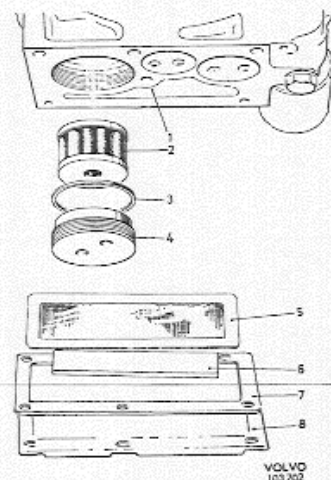

Abb. 41 Teile des Overdrive, spät. Ausf.
2. Verschlussstopfen (4, Abb. 41) herausdrehen, Dichtung (3) sowie Feinfilter (2) herausnehmen.
4. Feinfilter einsetzen, neue Dichtung (3) auflegen und Verschlussstopfen eindrehen. Den Stopfen mit einem Moment von 22 Nm (2,2 mkp) festziehen.
5. Vorfilter und Deckel mit neuer Dichtung (7) einbauen. Darauf achten, daß die Magnetplatte (6) im Deckel angebracht ist. Öl auffüllen, siehe Seite 22.